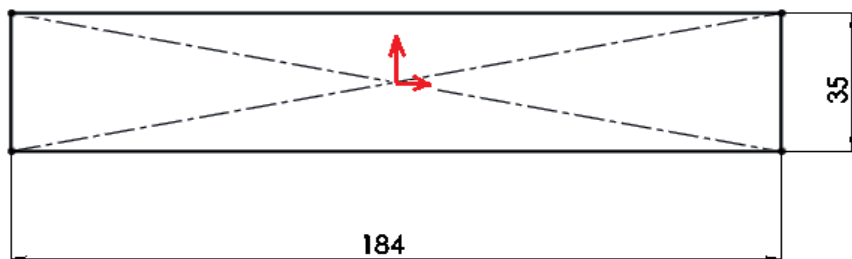

Рис. 1.2
4. Для рисования прямоугольника применяем инструмент «Прямоугольник из центра» и задаем ему размеры в соответствии с рис. 1.2.